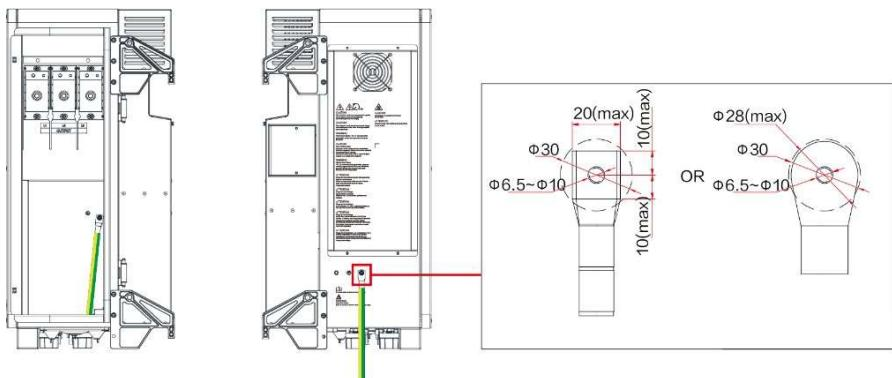

Figura 4-5 Métodos de conexión a tierra
- Conección a tierra interna: conecte el cable PE al orificio de conexión a tierra interno situado en la parte inferior derecha del terminal de CA, como se muestra en la Figura 4-5 a la izquierda (consulte la sección 4.4.2).
- Conección a tierra externa: conecte el cable PE al punto PE externo situado en la parte inferior de la máquina, junto al puerto CA, como se muestra en la Figura 4-5 de la derecha. **Nota:** Después del cableado, la posición de la conexión a tierra externa debe recubrirse con pegamento o pintura para mejorar la resistencia a la corrosión.